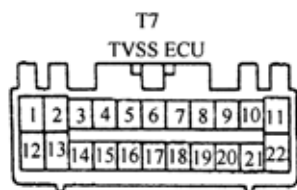

图 9-250
##### (2)检查线束(TVSSECU 防盗指示灯)，如图 9-250 所示。